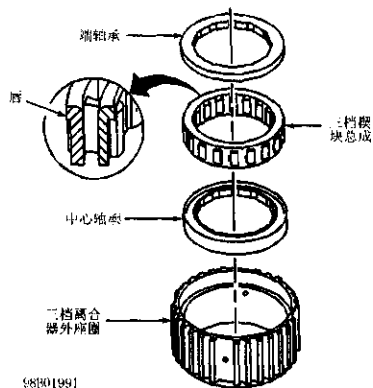

图 2-82 将三档模块装入外座圈
② 将润滑油挡板侧面朝下放置三档离合器模块于平面上，三档模块唇必须朝上。安装中心轴承到三档离合器内。模块保持架唇应朝上，安装三档离合器模块到三档离合器外座圈内。将端轴承放入三档离合器外座圈内（图 2-82）。